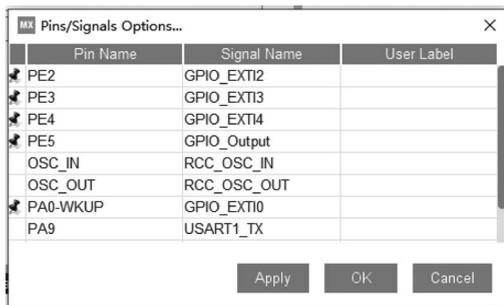
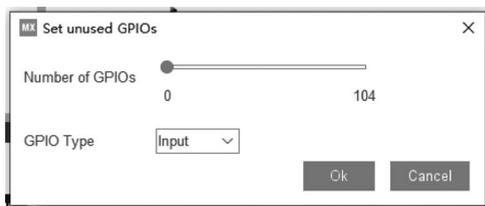

图 3-20 Pins/Signals Options 对话框
图 3-21 Set unused GPIOs 对话框
(5) Disable All Modes(禁用所有模式): 取消所有外设和中间件的模式设置,复位全部相关引脚。但是,不会改变设置的普通 GPIO 输入或输出引脚。例如,不会复位用于 LED 的 GPIO 输出引脚。
(6) Clear Pinouts(清除引脚分配): 让所有引脚变成复位初始状态。
(7) Clear Single Mapped Signals(清除单边映射的信号): 清除那些定义了引脚的信号,但是没有关联外设的引脚,也就是橘黄色底色标识的引脚。必须先解除信号的绑定后才可以清除,也就是去除引脚上的图钉图标。
(8) Pins/Signals Options(引脚/信号选项): 会弹出一个如图 3-20 所示的 Pins/Signals Options 对话框,显示 MCU 已经设置的所有引脚名称、关联的信号名称和用户定义标签。可以按住 Shift 键或 Ctrl 键选择多行,然后右击弹出快捷菜单,通过菜单项进行引脚与信号的批量绑定或解除绑定。
(9) List Pinout Compatible MCUs(列出引脚分配兼容的 MCU): 会弹出一个对话框,显示与当前项目的引脚配置兼容的 MCU 列表。此功能可用于电路设计阶段选择与电路兼容的不同型号的 MCU。例如,可以选择一个与电路完全兼容但 Flash 更大或主频更高的 MCU。
(10) Export pinout with Alt. Functions: 将具有复用功能的引脚的定义导出为一个 .csv 文件。
(11) Export pinout without Alt. Functions: 将没有复用功能的引脚的定义导出为一个 .csv 文件。
(12) Set unused GPIOs(设置未使用的 GPIO 引脚): 弹出如图 3-21 所示的 Set unused GPIOs 对话框,对 MCU 未使用的 GPIO 引脚进行设置,可设置为 Input、Output 或 Analog 模式。一般设置为 Analog,以降低功耗。注意,要进行此项设置,必须在 SYS 组件中设置了调试引脚,如设置为 5 线 JTAG。